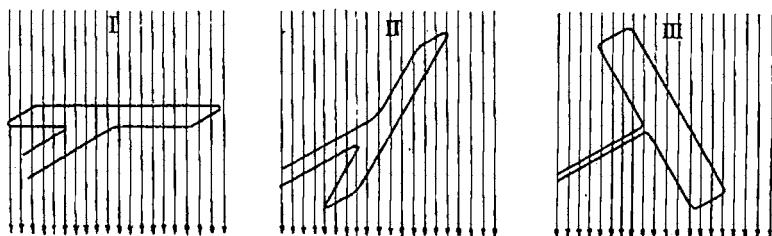

Fig. 135. — Producerea forțelor electromotoare decalate cu 120°
79. Curenți trifazați. Să luăm trei mașini, de felul celor arătate în fig. 126 și să aşezăm spirele fiecareia aşa cum se arată în fig. 135, adică spira din cazul *II* este la 120° față de cazul *I*, iar în cazul *III* spira este la 240° față de cazul *I*.